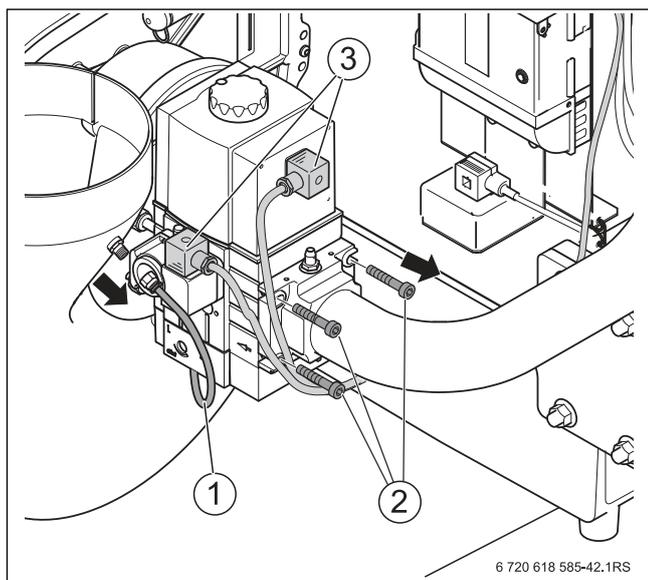

Рис. 56 Отсоединение подключений газовой арматуры
- ▶ Разъедините электрические соединения на газовой арматуре и вентиляторе (→ рис. 56, стр. 42).